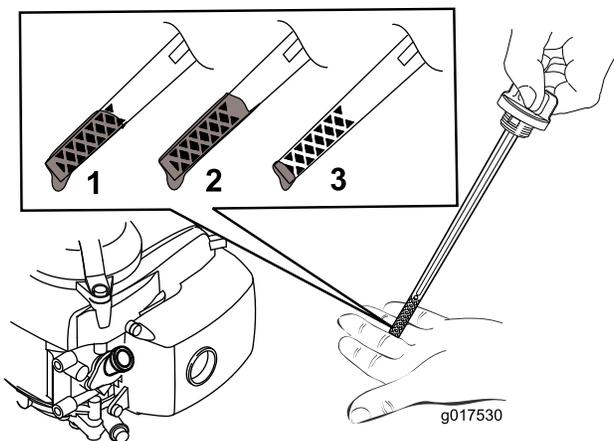

Рисунок 10
5. Для того, чтобы правильно определить уровень масла на масломерном щупе, см. Рисунок 10.
**Примечание:** Заливайте масло в картер двигателя до тех пор, пока масломерный щуп не покажет, что достигнут нужный уровень масла в двигателе, как показано на Рисунок 10. В случае перелива слейте некоторое количество масла из двигателя, как описано в разделе «Замена моторного масла».